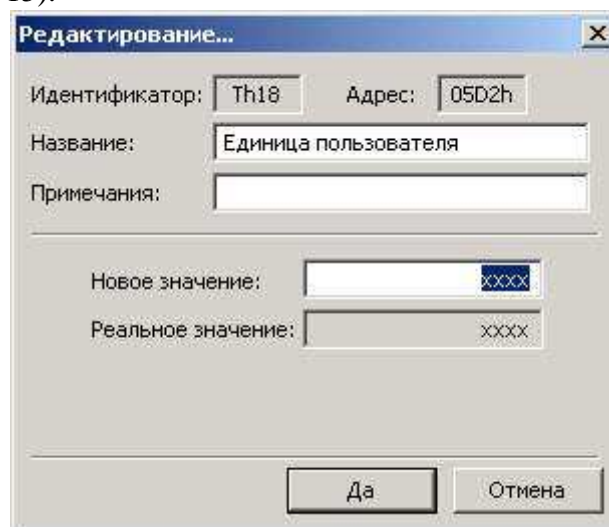

Рисунок 4-15. Окно редактирования строкового типа числа.
- **Строковый тип данных** (см. рис. 4-15).